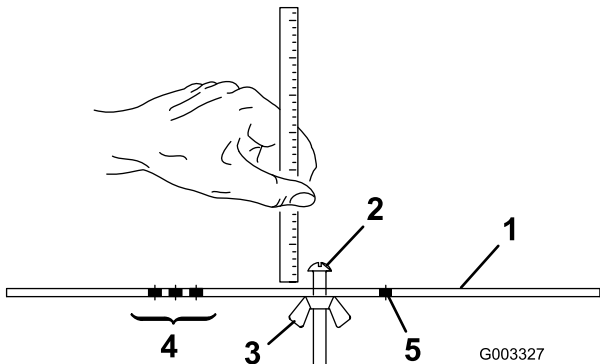

Figura 16
2. Desaperte a porca da barra indicadora (Figura 16) e regule o parafuso de ajuste para a altura de corte desejada.